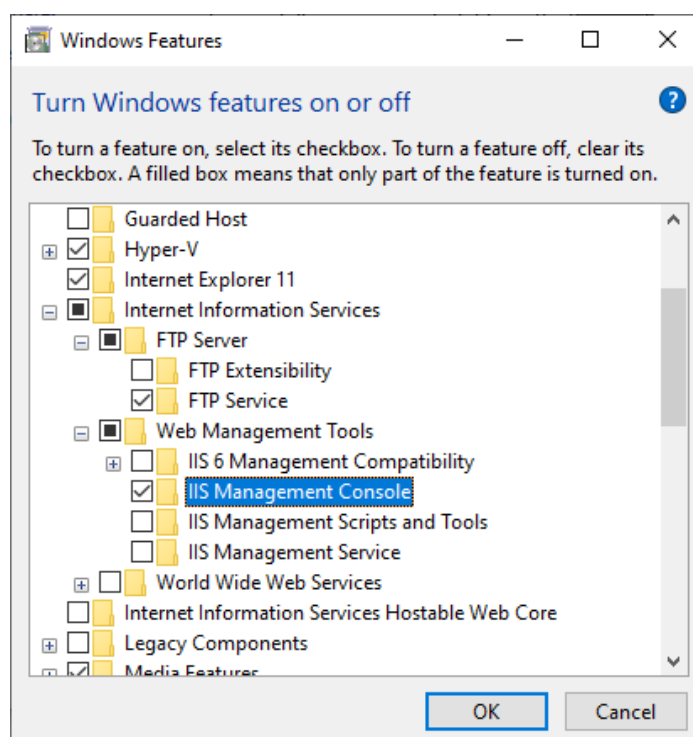

Figure 29 Sélectionnez FTP Service (Service FTP) et IIS Management Console (Console de gestion IIS)
5. Sélectionnez **FTP Service** (Service FTP) et **IIS Management Console** (Console de gestion IIS) (voir la Figure 29).